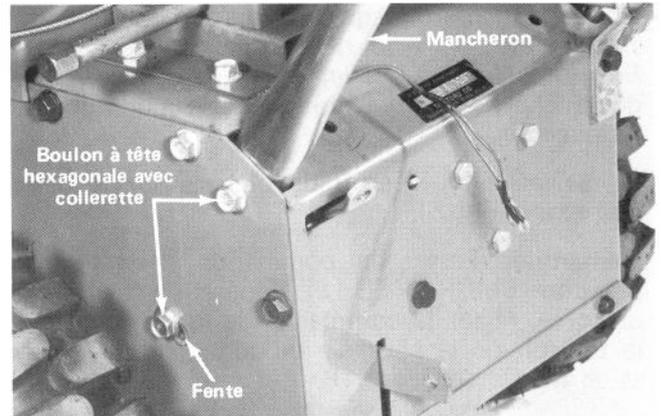

Figure 3
5. Fixez les mancherons en place à l'aide des boulons à tête hexagonale avec collerette, mais ne serrez pas les boulons (Fig. 3).
**Remarque:** Vu que les trous intérieurs de montage des mancherons sont en forme de fente (Fig. 3), on peut régler les mancherons. On placera donc les mancherons à la position désirée, avant de serrer les boulons à tête hexagonale avec collerette à 20 lb/pi de couple.